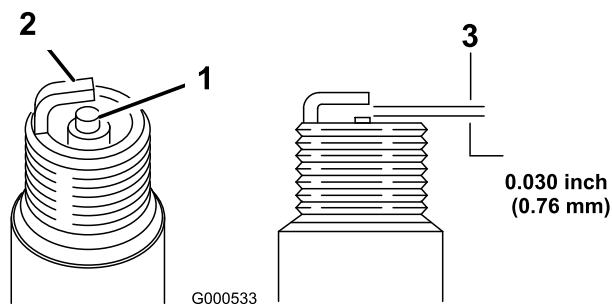

Figure 34
11. Réglez l'écartement des électrodes à 0,76 mm (0,030") (Figure 34).